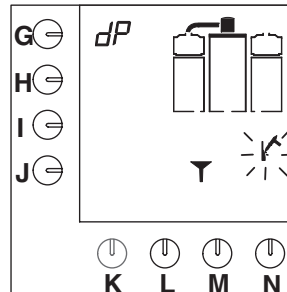

Fig. 19 Kaffebryggeren beder om afkalkningsmiddel
- Der lyder et signal, hammersymbolet blinker, og der vises en trag i displayet (fig. 19).